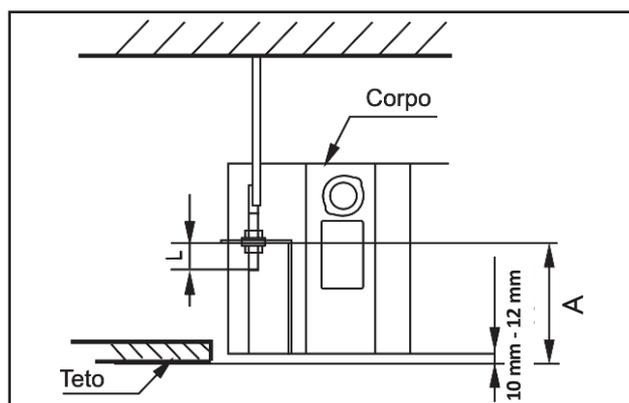

FIGURA 19
- j) Ajuste a posição da unidade para garantir um espaçamento por igual entre os lados e o teto (ou forro). A parte inferior da unidade deve ter uma diferença de altura entre 10 mm e 12 mm em relação ao teto. Figura 19.
- k) Em geral, a medida "L" deve ser a metade do comprimento do parafuso do tirante de instalação. Figura 19.